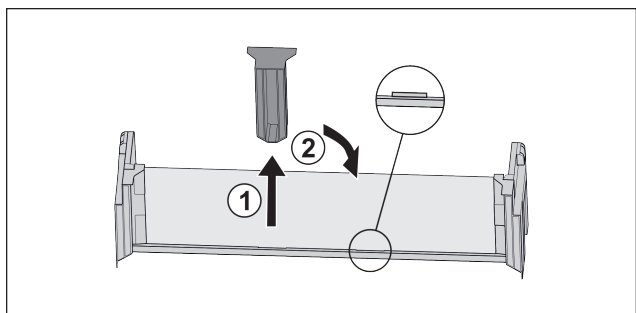

Fig. 20
- ▶ Stáhněte prostřední přídržný díl Fig. 20 (1).
- ▶ Vložte prostřední přídržný díl do druhé polohy Fig. 20 (2).